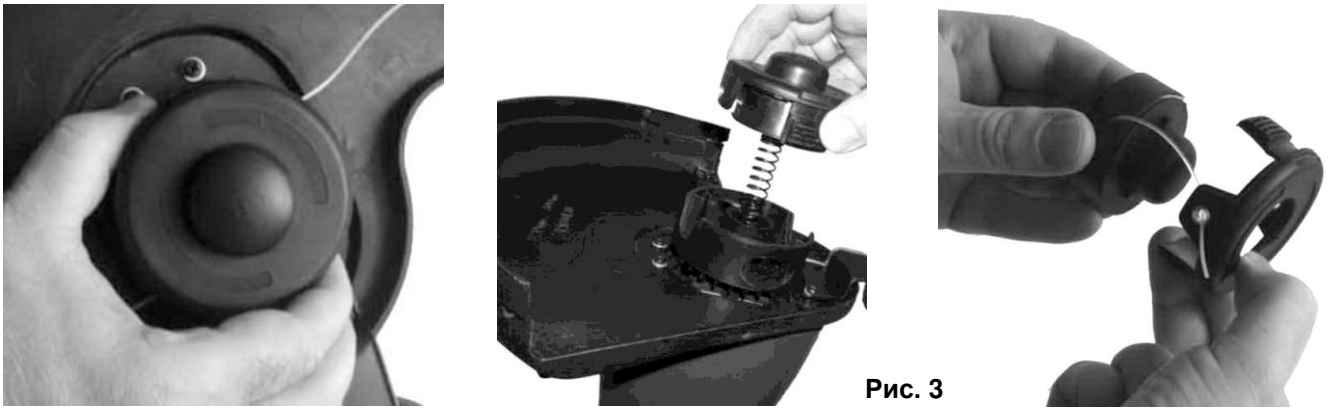

Рис. 3
- Снимите крышку катушки, для чего нужно освободить ее из фиксаторов, нажав пальцами на соответствующие места (ограничены направляющими) на корпусе катушки (См. Рис.3).